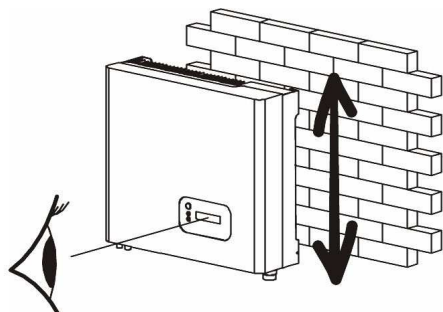

Fig.3
- Scegliere una posizione che consenta di leggere facilmente il display LCD (**Fig. 3**).